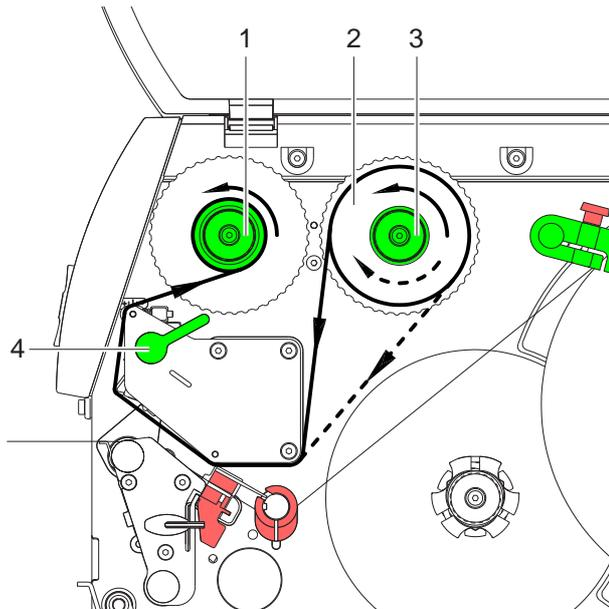

Fig. 10: recorrido de la lámina de transferencia
2. Girar la palanca (4) en sentido contrario a las agujas del reloj para levantar el cabezal de impresión.
3. Deslizar el rollo de lámina de transferencia (2) sobre el desenrollador (3) hasta el tope, de modo que el recubrimiento de color de la lámina quede hacia abajo al desenrollarse. El desenrollador (3) no tiene ninguna dirección de rotación prescrita.
4. Mantener fijo el rollo de lámina de transferencia (2) y girar el botón giratorio del desenrollador (3) en el sentido de las agujas del reloj hasta que el rollo quede fijado.
5. Deslizar un núcleo de lámina de transferencia adecuado en el enrollador de lámina de transferencia (1) y fijar del mismo modo.
6. Conducir la lámina de transferencia a través de la unidad impresora, como se muestra en la fig. 10.
7. Fijar el inicio de la lámina de transferencia al núcleo de la lámina de transferencia (1) con una tira adhesiva. Durante este proceso debe tenerse en cuenta que la dirección de rotación del enrollador de la lámina de transferencia transcurra en sentido contrario a las agujas del reloj.
8. Girar el enrollador de la lámina de transferencia (1) en sentido contrario a las agujas del reloj para alisar el recorrido de la lámina de transferencia.
9. Girar la palanca (4) en el sentido de las agujas del reloj para bloquear el cabezal de impresión.
1. Girar la palanca (4, fig. 10) en sentido contrario a las agujas del reloj para levantar el cabezal de impresión.